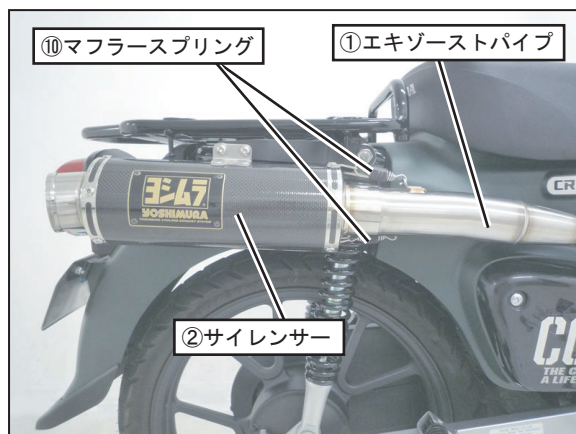

FIG. 6
6. ①エキゾーストパイプに②サイレンサーを取り付け、スプリング取付工具を使用して⑩マフラスプリングを取り付けて下さい。(FIG. 6 参照)